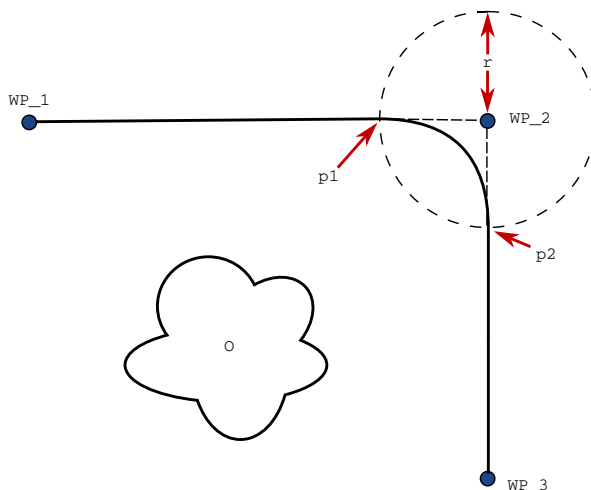

Figura 14.3: Amestecare WP\_2 cu raza  $r$ , poziție inițială amestecare la  $p1$  și poziție finală amestecare la  $p2$ .  $O$  este un obstacol.
**Parametri amestec** Pe lângă punctele de trecere, mai mulți parametri vor influența traiectoria amestecului (vezi figura 14.3):